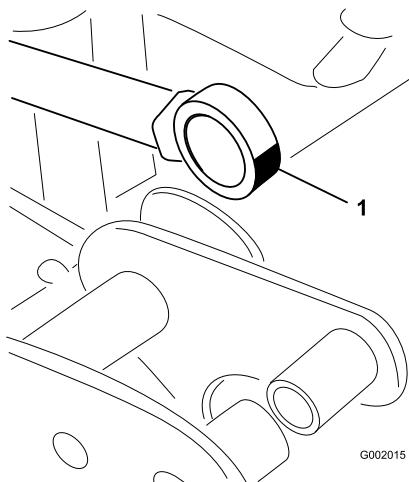

Figura 46
- Manipule a extremidade do rolamento da barra do accionador e aplique massa lubrificante no rolamento (Figura 46). Limpe a massa lubrificante em excesso.